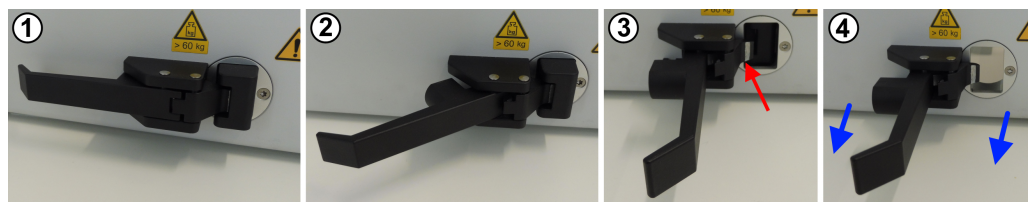

Figura 7-4: Procedimiento de abertura manual
1. Abra el mango de la posición 1 a la 2 en figura 7-4.
2. Siga abriendo el mango de la posición 2 a la 3 en figura 7-4.
2. Asegúrese de que el mango está en la posición totalmente abierta a un ángulo de 90° desde la puerta, tal y como se muestra en las imágenes 3 y 4 en figura 7-4.
4. Mueva el mango de la posición 3 a la 2 en figura 7-4.
5. Siga cerrando el mango de la posición 2 a la 1 en figura 7-4.